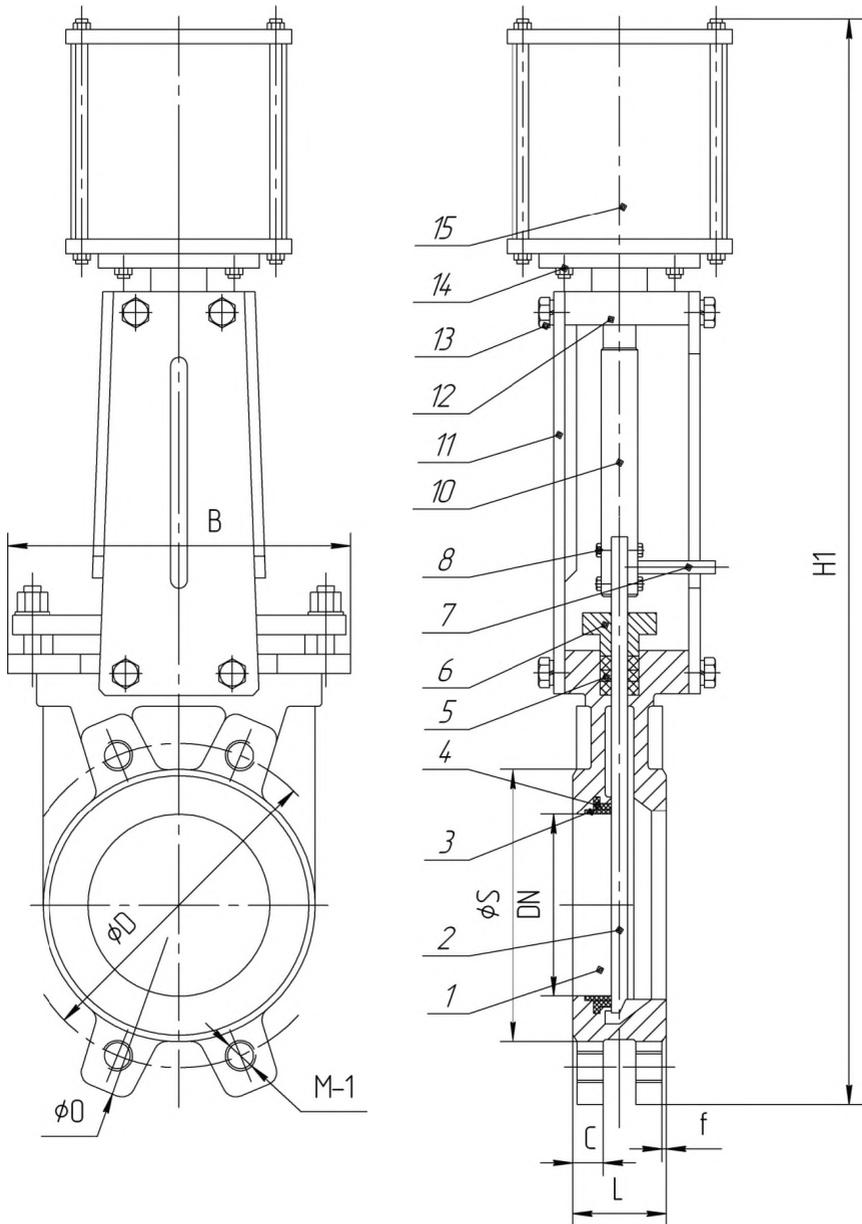

Рис.3 Задвижка с пневмоприводом
5.2.4. Полную разборку задвижки с пневмоприводом (рис. 3) следует производить в следующем порядке: